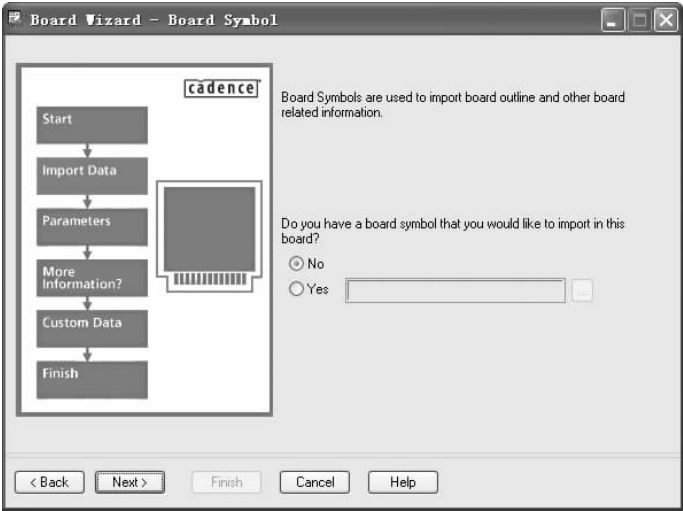

图 12-78 “Board Wizard - Board Symbol (板向导模板)” 对话框
7) 单击 **Next >** 按钮, 进入图 12-78 所示的对话框。选择 “No (否)” 选项, 表示不导入参数模块。